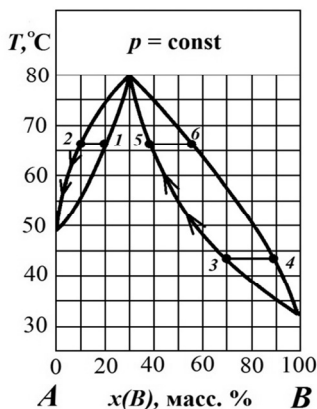

Рис. 2. Диаграмма кипения системы $A - B$
Задача 77. По диаграмме состояния компонентов A и B (рис. 2) определите:
1. Изображенная на рис. 2 диаграмма характерна для неограниченно смешивающихся жидкостей.